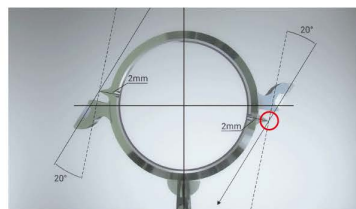

図4 ウィングと刺入ポイントガイド
- 本製品は180度対側2か所、角膜輪部から2mmの位置に針が刺入できるように設計されています。そのため、アクシスマーカーとカリパーの使用が不要になります。（図4）
- リング状の本体には2つのウィングがあり、ウィングには針を通す溝（ニードルガイド）が設けられています。（図4・5）